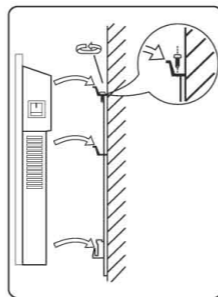

Рис. 5
7. Установите конвектор на кронштейн, соединив 4 щелевых отверстия на задней части конвектора с 4 выступами на кронштейне (рис. 5) и потяните вниз.